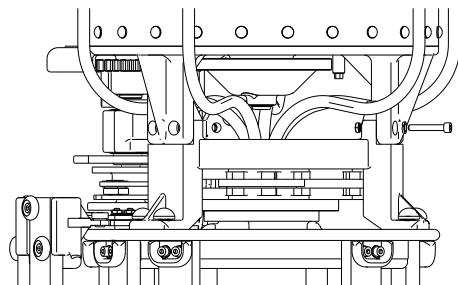

图 5-5
- 用螺栓将分接选择器固定到油室底部: 6 个 M12 内六角螺栓 (10 号内六角扳手)。螺栓头部与外侧的垫片和内侧的螺母 (19 号外六角扳手) 扭矩为 50 ~ 60Nm (图 5-5) , 注意装配顺序。